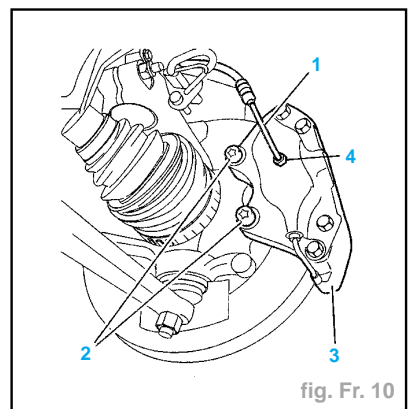

fig. Fr. 10
- Débrancher le flexible de frein (fig. Fr. 10).
- les 2 vis de fixation (2),